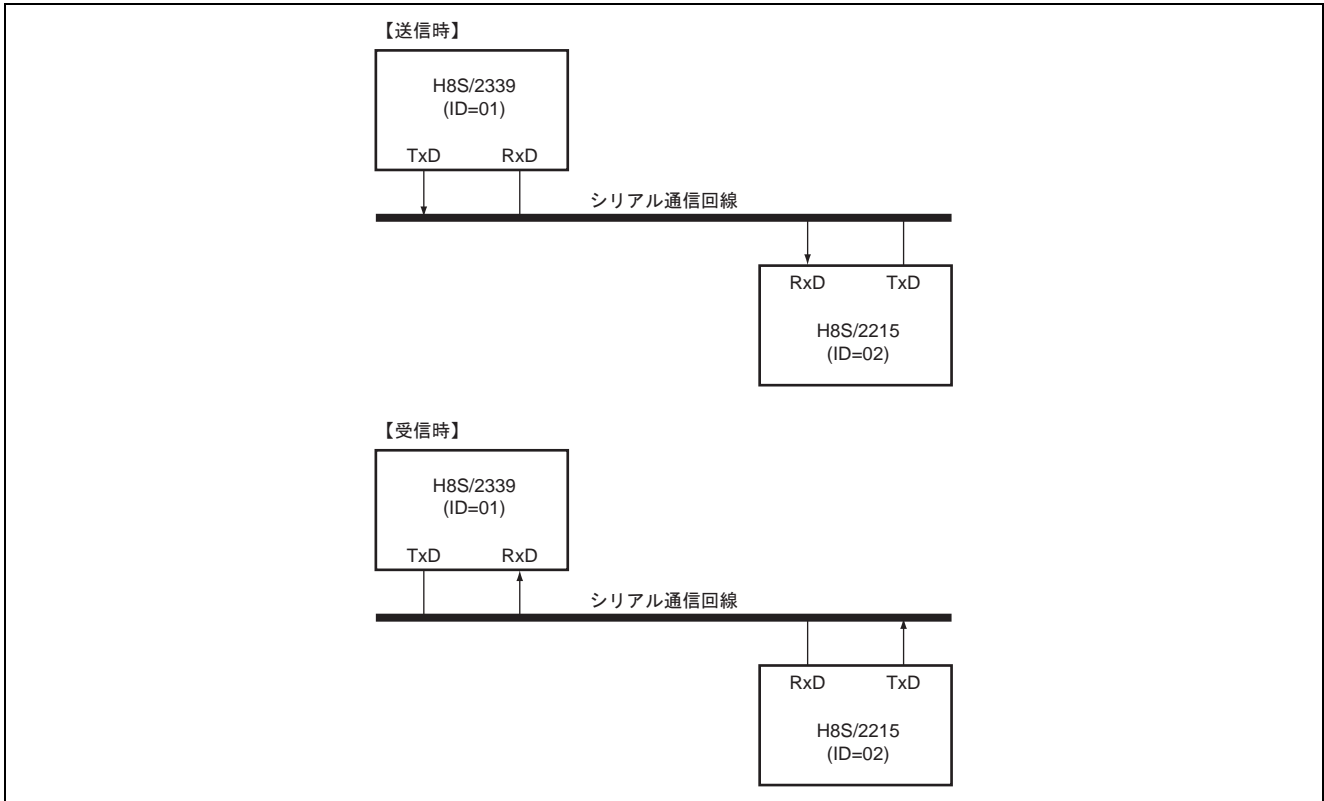

図1 マルチプロセッサ機能を使用した調歩同期式 SCI ブロック図
- (1) 図1に示すように H8S/2339 と H8S/2215 間でシリアル通信回線を共有したデータの送受信を行ないます。
- (2) H8S/2339 が送信局の場合、H8S/2215 へデータを送信し、H8S/2215 は自局へのデータのみ受信します。受信局の場合、自局の ID と比較し一致した場合データを受信します。
- (3) データは 38400BPS, 8 ビットデータ, 1 ストップビットおよびノンパリティで送受信します。